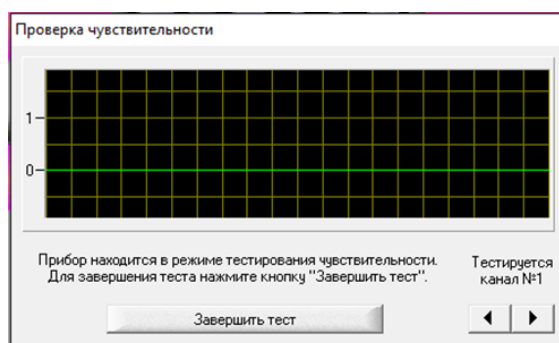

Рисунок 14
– щёлкнуть по кнопке **Чувствительность**: открывается окно **Проверка чувствительности** (рисунок 14), в котором отображается график логического состояния («0» – сигнал на выходе приёмника отсутствует, «1» – сигнал на выходе приёмника имеется);